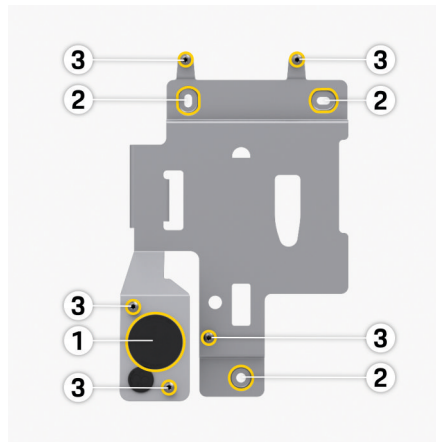

Fig. 82: Monteringsplate
- **Kabel nedenfra:** Før kabelen direkte til den angitte husåpningen **1** ▶ (Fig. 82).
- **Kabel fra baksiden:** Plasser kabelutgangen fra veggen på festnivået nederst til venstre **1** ▶ (Fig. 82).
1. Merk monteringshullene på veggen i henhold til boremalen **2** ▶ (Fig. 82).
4. Fest monteringsplaten med skruer **2** ▶ (Fig. 82).
7. Trekke infrastrukturkabler gjennom kabelen **1** ▶ (Fig. 82).
For installasjon av Ethernet-kabelen, monter kabelgrommet (KEL-DP 20/4-1) fra utsiden til innsiden av den forberedte husåpningen (venstre hull under **1** ▶ (Fig. 82)) for å sikre tetthet.
10. Fest Wallbox ► (Fig. 82) til monteringsplaten med fem festeskruer **3**.